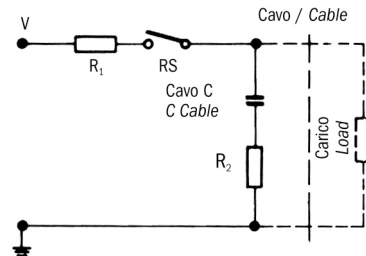
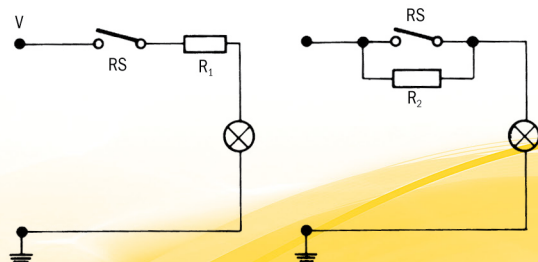

Fig. 4
Fig. 5 Circuito con lampada, resistenza in parallelo o in serie con il commutatore.
2) Carichi capacitivi e lampade Al contrario di quanto avviene con i carichi induttivi, con i carichi capacitivi e con lampade si hanno elevate scariche di corrente che possono provocare guasti immediati, e persino la saldatura dei contatti. Quando si commutano dei condensatori caricati o dei condensatori di linea, si ha un'immediata scarica la cui intensità dipende dalla portata e dalla lunghezza dei carichi. La corrente di scarica di picco è limitata da un resistore in serie con il condensatore, come è indicato nella fig. 4 (vedi pagina seguente). La dimensione del resistore sarà determinata in base alle possibilità esistenti nell'ambito di un particolare circuito. In ogni caso, dovrebbe essere il più grande possibile per limitare lo scarico di corrente entro limiti accettabili. Quanto detto vale anche per il carico con condensatori. Per quanto riguarda i circuiti con condensatori ad elevata scarica di corrente, andrebbero usati i circuiti come da fig. 5 (vedi pagina seguente), con R1 o R2.